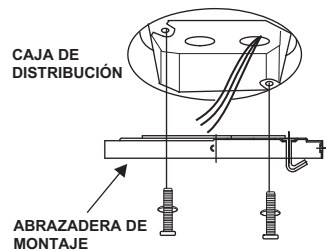

Fig. 4
Paso 1. Asegure la abrazadera de montaje a la caja de distribucion con los dos tornillos y las dos arandelas que vienen con el ventilador, asegurandose que la abrazadera este apretada y segura (Fig. 4).